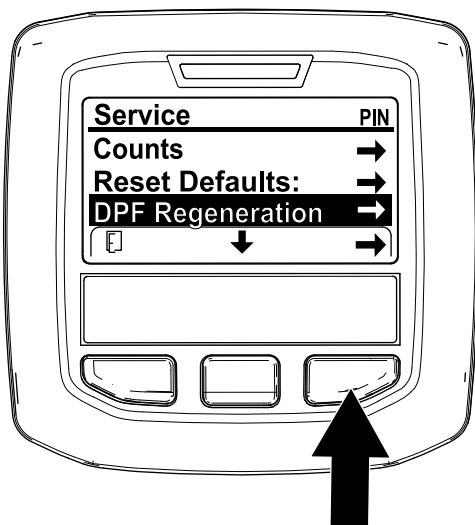

Figura 37
1. Acceda al menú Service (Servicio), pulse el botón central para desplazarse hacia abajo, hasta la opción DPF REGENERATION (Regeneración de DPF) (Figura 37).
2. Pulse el botón derecho para seleccionar la opción DPF Regeneration (Regeneración de DPF) (Figura 37).